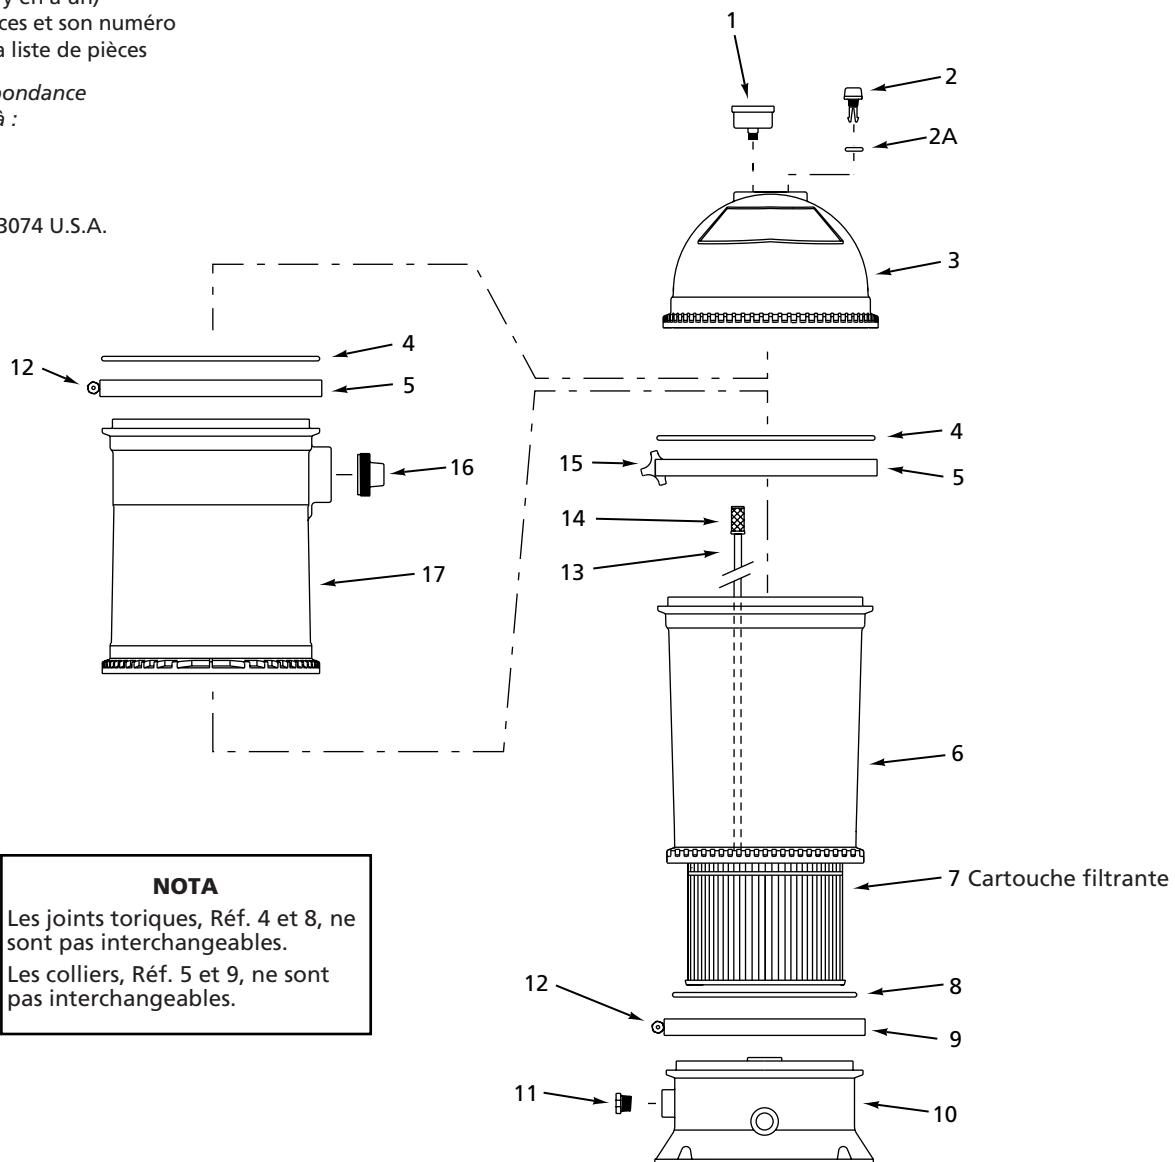

Figure 20 – Illustration des pièces détachées du filtre
5. Ouvrir la soupape d'évacuation d'air (Voir la Figure 20, Réf. 2).